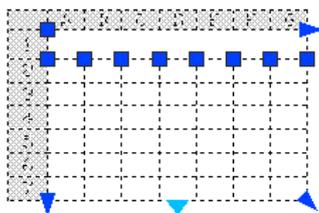

图 3-48 表格夹点
1) 单击网格线以选中该表格，此时表格显示其夹点，如图 3-48 所示。